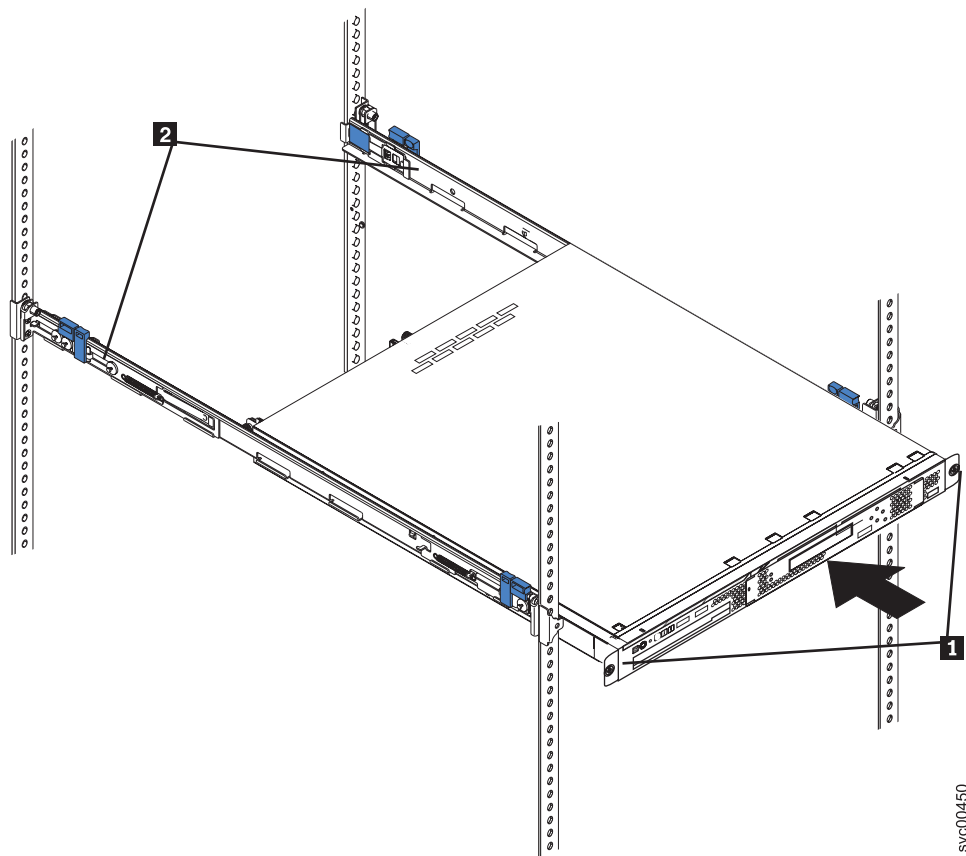

図 43. ノードおよび配送用ブラケットを固定する拘束つまみねじ
2. スライド・レールでノードの位置を合わせ、ノードをラック・キャビネットに完全に押し込みます。拘束つまみねじ (図 43 の **1**) を使用して、ノードを前面マウント・フランジに固定します。